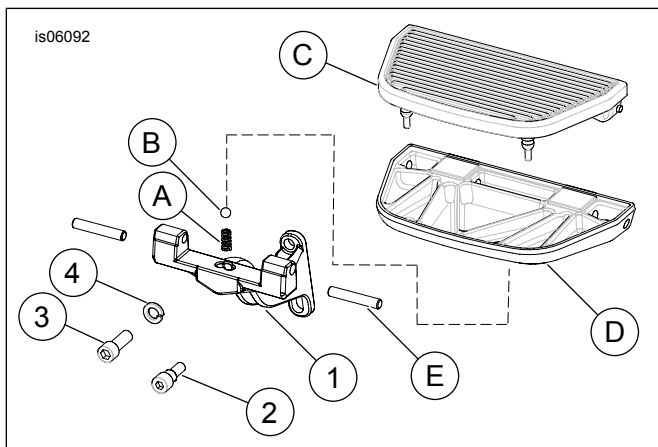

Figura 2. Piezas de servicio: kit de soporte de la placa apoyapiés de alcance reducido
Vea Figura 2 y Tabla 1.
- Vea Figura 2. Inserte el perno con reborde (2) a través de la ranura en la pieza de soporte de la placa apoyapiés (1) y en el agujero de la pieza de soporte del brazo oscilante trasero a la altura deseada. Ajuste a 5–8 N·m (48–72 in-lbs).
- Instale el tornillo superior (3) y la arandela de seguridad (4) a través de la pieza de soporte de la placa apoyapiés (1). Ajuste el tornillo a 49–56 N·m (36–42 ft-lbs).